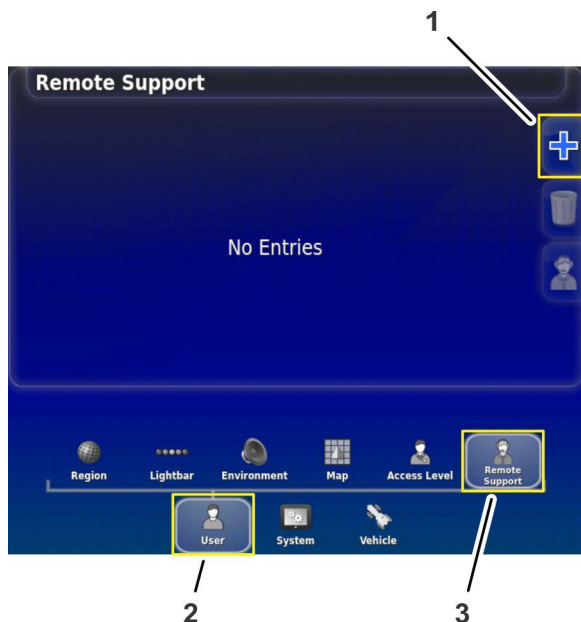

Рисунок 212
2. На экране настройки нажмите на значок ПОЛЬЗОВАТЕЛЯ и затем на значок УДАЛЕННОЙ ПОДДЕРЖКИ (Рисунок 212).
3. Если в окне удаленной поддержки не отображается ни одной службы поддержки, нажмите на значок ДОБАВЛЕНИЯ СЛУЖБЫ ПОДДЕРЖКИ (Рисунок 212).